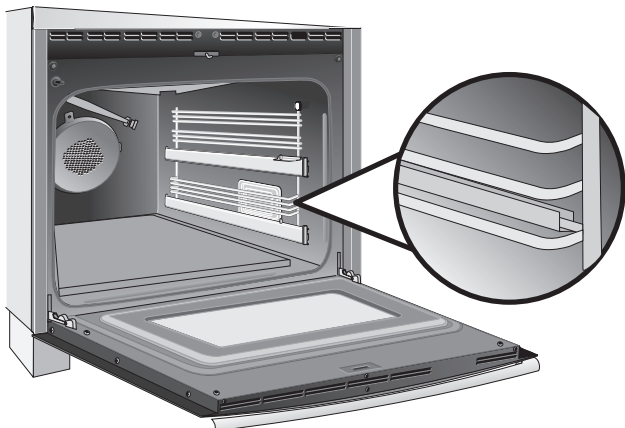

Figura 18: Soportes de parrilla de escalera
2. Coloque las parrillas de escalera en los soportes de apoyo que están situados en los lados del horno (consulte la figura 18).